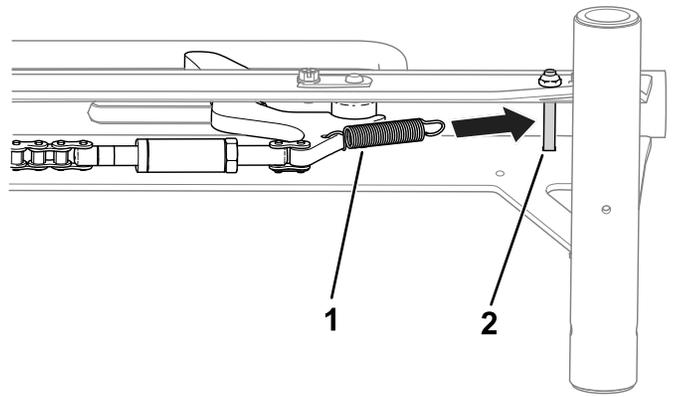

図 5
7. ホイールストップとレールアセンブリの内側のボルトにスプリングを取り付ける 図 5。